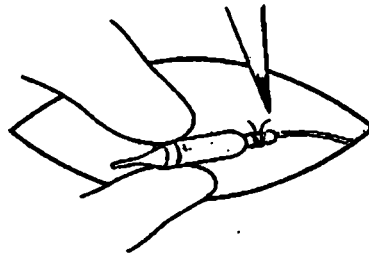

Figura 21. Corte la ligadura distal del extremo del electrodo de la funda del conector.
3. Corte la ligadura distal del extremo del electrodo de la funda del conector (Figura 21).